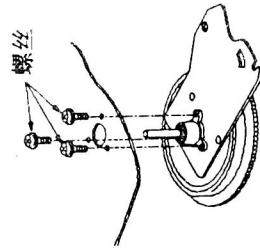

图65
⑤如图65所示,支持住装置后部的主导轴马达,取下装置前侧的3个螺丝,然后取下马达;